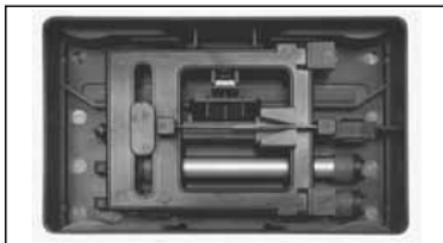

Рисунок 7.
Направляющая рамка снимается с основания нажатием на фиксатор (12) под точилкой, который находится рядом с монтажным отверстием (рис.7). Сдвиньте этот фиксатор, как показано, вытягивая брусок из отверстия,